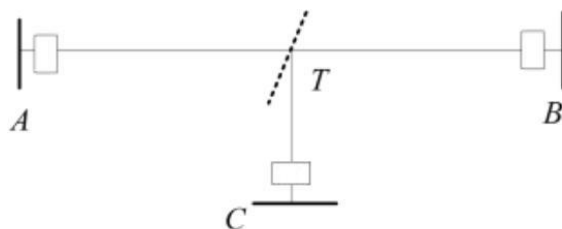

图7 “T”节点线路上单端故障定位装置的安装
(1) 对于任意一回输电线路，至少有一端安装故障定位装置以定位该回输电线路上的故障；
(2) 尽量在进出线较多的变电站安装故障定位装置；
(3) 对于进出线剩余回数较少的情况，可以考虑分配给对端的故障定位装置；
(4) 如图7所示，对于“T”节点线路，把“T”节点视为母线，将线路拓扑结构转化为没有“T”节点的情况，在与“T”节点相连的三个支路母线处分别安装故障定位装置。